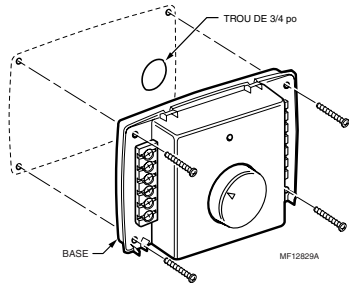

Fig. 3. Installation du régulateur dans la gaine de reprise.
2. Percer une ouverture circulaire de 19 mm (3/4 po) qui servira à recevoir la partie en saillie de la base. Voir la Fig. 3. Placer l'appareil sur la gaine et indiquer l'emplacement des trous de fixation ou visser les vis autotaraudeuses.
3. Fixer le boîtier à la gaine à l'aide des quatre vis de fixation fournies. Serrer les vis fermement jusqu'à ce qu'il n'y ait plus d'espace entre le boîtier et la gaine. Voir la Fig. 3.